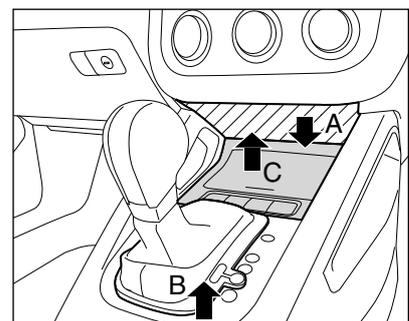

図1: 取り外すカバー等の図
- ① 図1・Aのカバーを下へ外す。
- ② 図1・Bのカバーを上側へ持ち上げ、シフトブーツを裏返すようにシフトノブにかぶせておく。(シフトノブは取り外さずに作業する)
- ③ 図1・Cのアッシュトレイ手前のネジを2箇所外す (トルクス T20 × 2)。
- ④ 図1・Cの手前側を上を持ち上げてからすべてのコネクタを外し、Cを完全に取り外す。
- ④ ハンドル右側の小物入れを外す。
- ⑤ 3本を接続したサーバーを小物入れ奥上部の鉄板へ付属の両面テープにて固定する。
- ⑥ 図1・Cのアッシュトレイをもとに戻す。
- ① ブレーキを踏み、シフトレバーをPレンジへ。
- ② キーを一度ONにし、もう一度OFF位置へ戻してからキーを抜く。
- ③ 図1・Bのカバーをもとに戻す。
- ④ メーターケーブルを通すため、Aのカバーを切りとる。(下図参照)